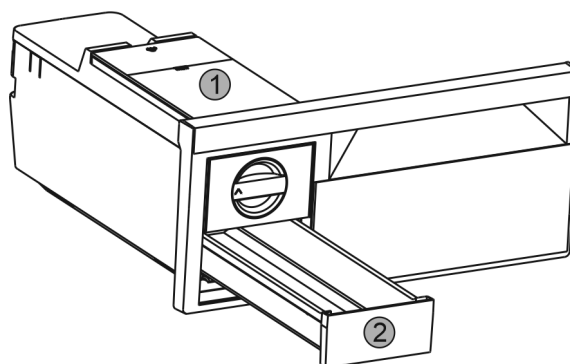

Fig. 55
- ▶ Ta ut vattentanken Fig. 55 (1) och isfacket Fig. 55 (2).